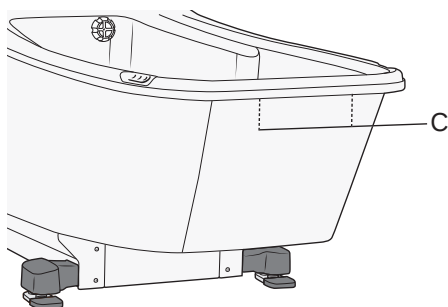

Figure 101
Ne retirez pas le cache. Voir Figure 101.
10. Au niveau du côté tête, retirez les deux écrous (D) qui maintiennent le cache extérieur. Voir Figure 101.